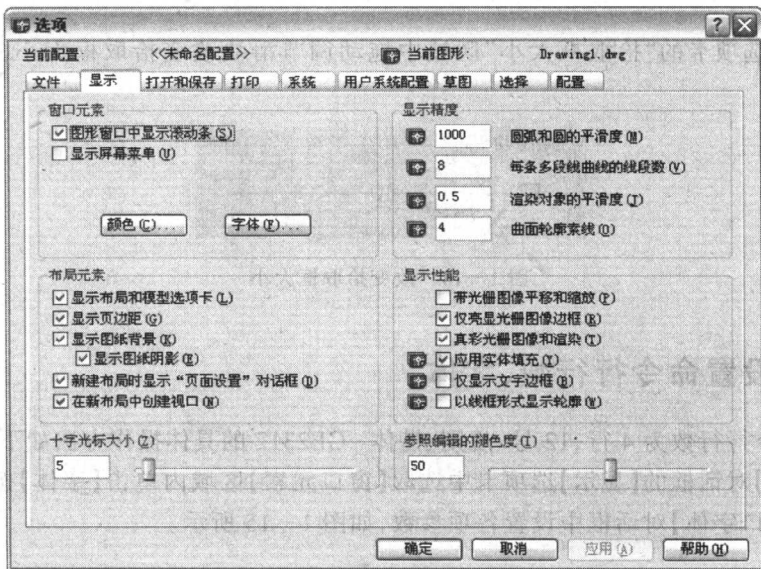

图 1-11 【显示】选项卡
1. 单击【工具】/[选项]命令,打开【选项】对话框。单击【显示】选项,进入【显示】选项卡,如图 1-11 所示。